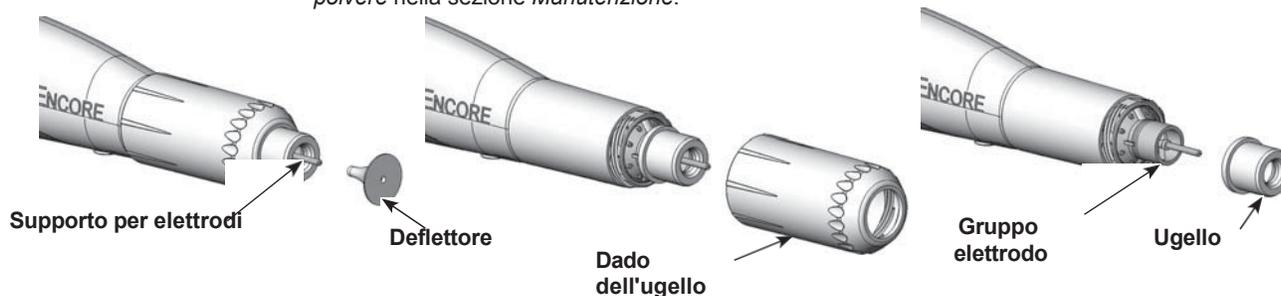

Figura 7 Sostituzione di un ugello conico
2. Vedere la Figura 7. Estrarre delicatamente il deflettore dal gruppo elettrodo. Se si sostituisce solo il deflettore, installare quello nuovo sul gruppo elettrodo, facendo attenzione a non piegare il filo dell'elettrodo.